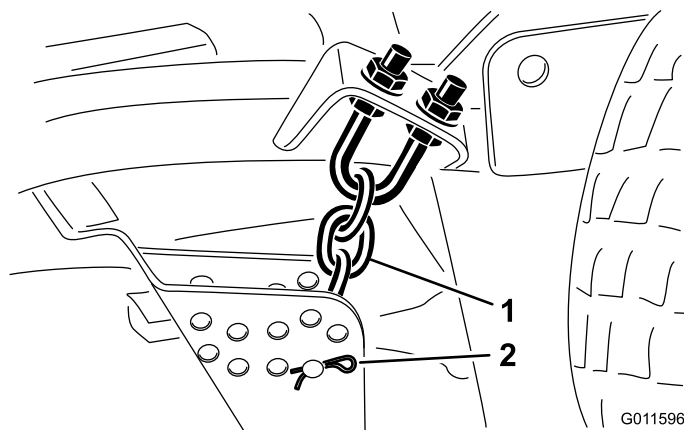

Рисунок 16
- Снимите игольчатый шплинт и шплинтуемый штифт, которые крепят цепи для изменения высоты скашивания к задней части дека газонокосилки (Рисунок 16).